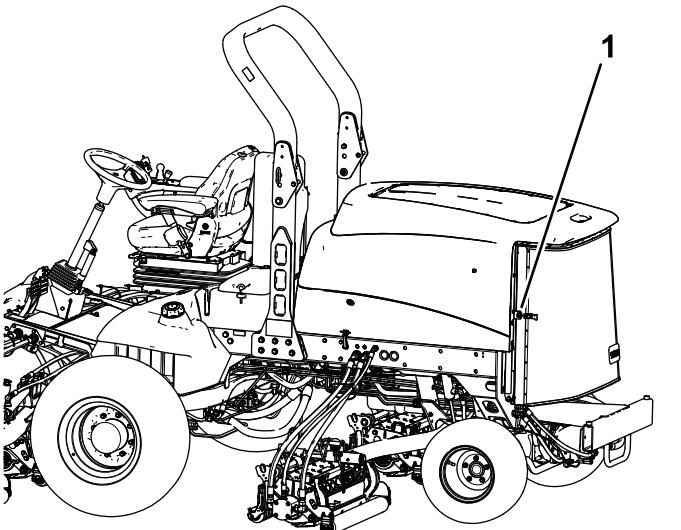

Bild 75
- Entriegeln und schwenken Sie das hintere Gitter in die geöffnete Stellung (Bild 75).